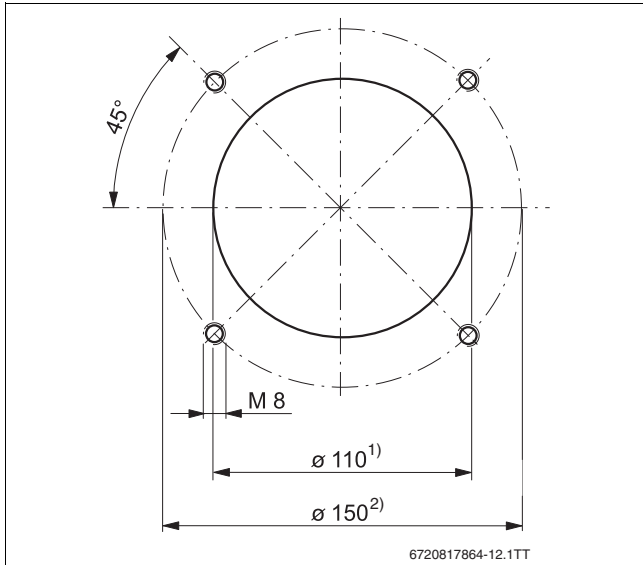

Fig. 56 Circuito de orificio de la puerta del quemador (brida de conexión según DIN EN 226, dimensiones en mm)
- ▶ Monte el quemador en la plantilla de orificios de la puerta del quemador (→ fig. 56).